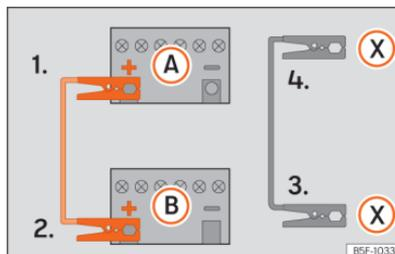

Abb. 191 Anschlusschema für Fahrzeuge mit Start-Stopp-System.
Starthilfekabel nur in folgender Reihenfolge an-klemmen 1 > 2 > 3 > 4 »» (Abb. 191).
Fahrzeuge mit Start-Stopp-System: Klemmen Sie ein Ende des schwarzen Starthilfekabels (X) an einen geeigneten Massean-schluss, ein massives, fest mit dem Motor-block verschraubtes Metallteil oder an den Motorblock selbst »» (Abb. 191).
5. Klemmen Sie das andere Ende des schwarzen Starthilfekabels (X) im Fahrzeug mit der entladenen Batterie an ein mit dem Motorblock verschraubtes, massives Metallteil oder an den Motorblock selbst, aber so weit wie möglich von der Batterie A entfernt an.